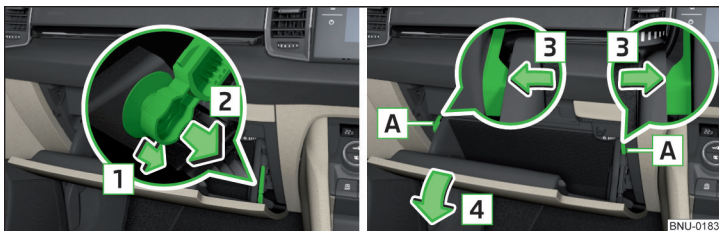

Fig. 333 Torpedoul de pe partea pasagerului față
- Deblocați tija de blocare în sensul săgeții **1** și desprindeți-o în sensul săgeții **2** » fig. 333.